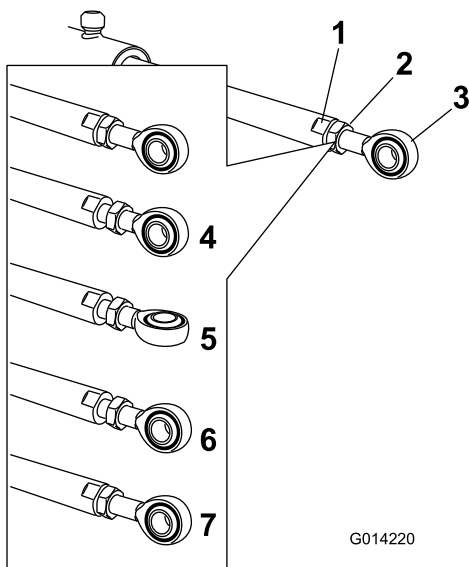

図 110
5. アクチュエータロッドの平たい面にスパナをあてがって回転しないように押さえ、ジャムナットをゆるめて、アiletロッドを調整できるようにする 図 110。
6. アイレットロッドを回転させてアクチュエータを希望の長さに調整する (図 110)。